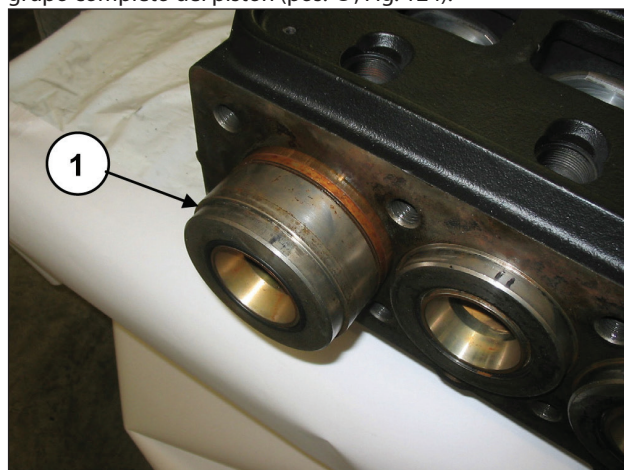

Fig. 124
Girando el eje, hacer avanzar la guía del pistón para que el tampón se desplace y expulse el soporte de las juntas y el grupo completo del pistón (pos. ①, Fig. 124).